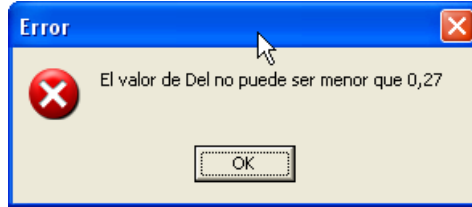

Figura 11.9.
- Figura 11.9: No se puede poner un valor menor de Del que el que indica el R.D. 223/08.